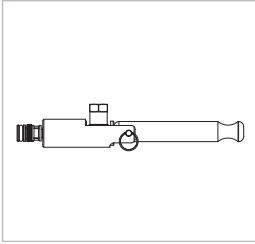

Abbildung 2
- ▶ Bringen Sie den Spannschlüssel (Pos. 2) in die gerade Ausgangsposition (*Abbildung 2*).